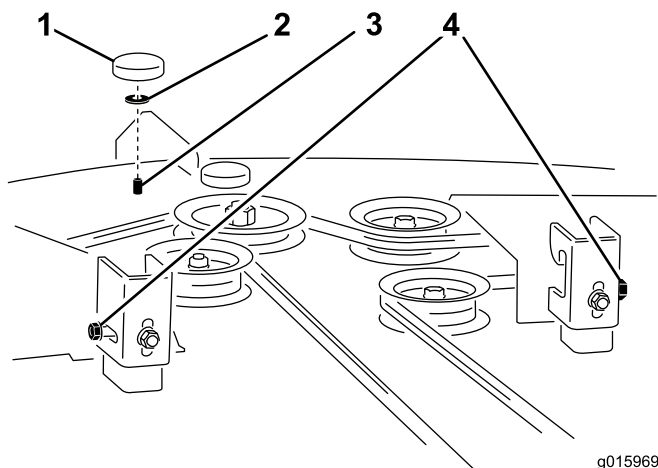

Figure 2
1. Desserrez, **mais sans le retirer**, l'écrou à embase à l'extérieur de chaque étrier de suspension à l'arrière du plateau de coupe : voir Figure 2
2. Retirez le bouton, la rondelle et le boulon comme indiqué dans Figure 2 et mettez-les de côté.